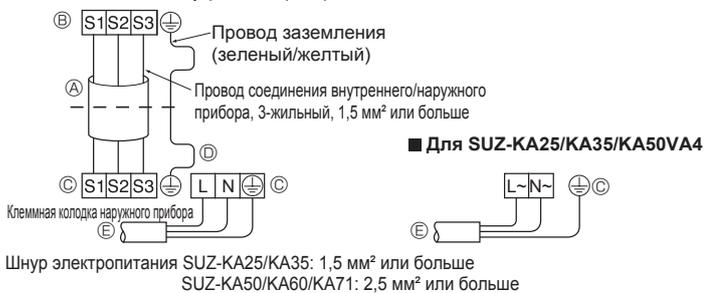
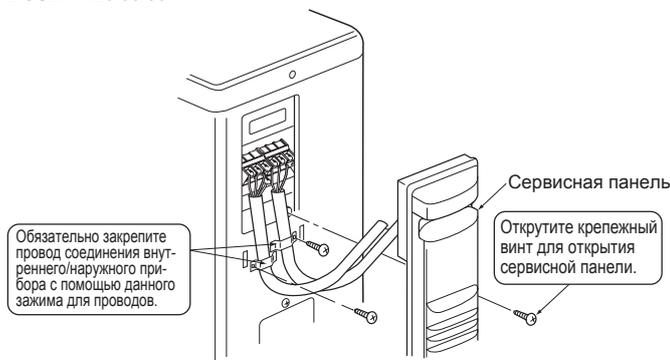

Рис. 6-2
Рис. 6-3
6.1. Наружный прибор (Рис. 6-1, Рис. 6-2, Рис. 6-3, Рис. 6-4)
- ① Снимите сервисную панель.
- ② Проложите кабели в соответствии с Рис. 6-1, Рис. 6-2, Рис. 6-3 и Рис. 6-4.
- Проложите проводку в соответствии со схемой слева внизу. (Приобретите кабель на месте) (Рис. 6-2)